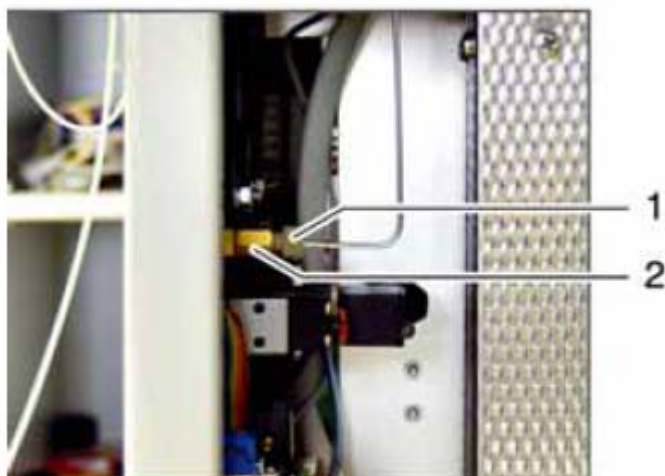

图 102 拧开载气针接头
7. 从阀上将载气针的接头拧下（图 102，项目 2），将其妥善保管直到再次安装固体测定模块时。